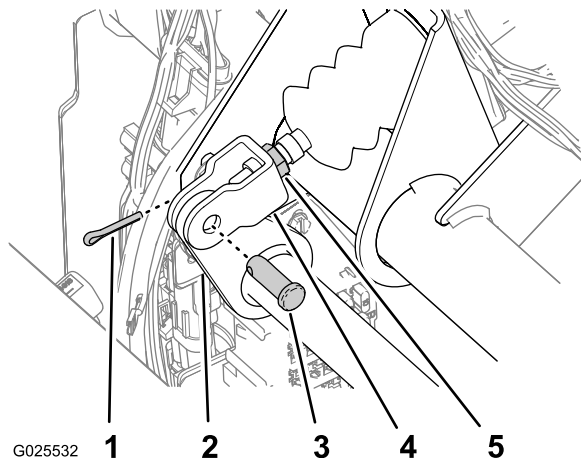

Figura 79
2. Retire o contrapino e o passador de forquilha que fixam a culatra do cilindro principal ao ponto de articulação do pedal de travão (Figura 79).
4. Desaperte as porcas de retenção que fixam a culatra ao eixo do cilindro principal (Figura 79).
5. Ajuste a culatra de modo a que os orifícios se encontrem alinhados com o orifício existente no ponto de articulação do pedal de travão (Figura 79).
6. Fixe a culatra ao ponto de articulação do pedal de travão com o passador de forquilha e o contrapino (Figura 79).
7. Aperte a porca de retenção que fixa a culatra ao eixo do cilindro principal (Figura 79).